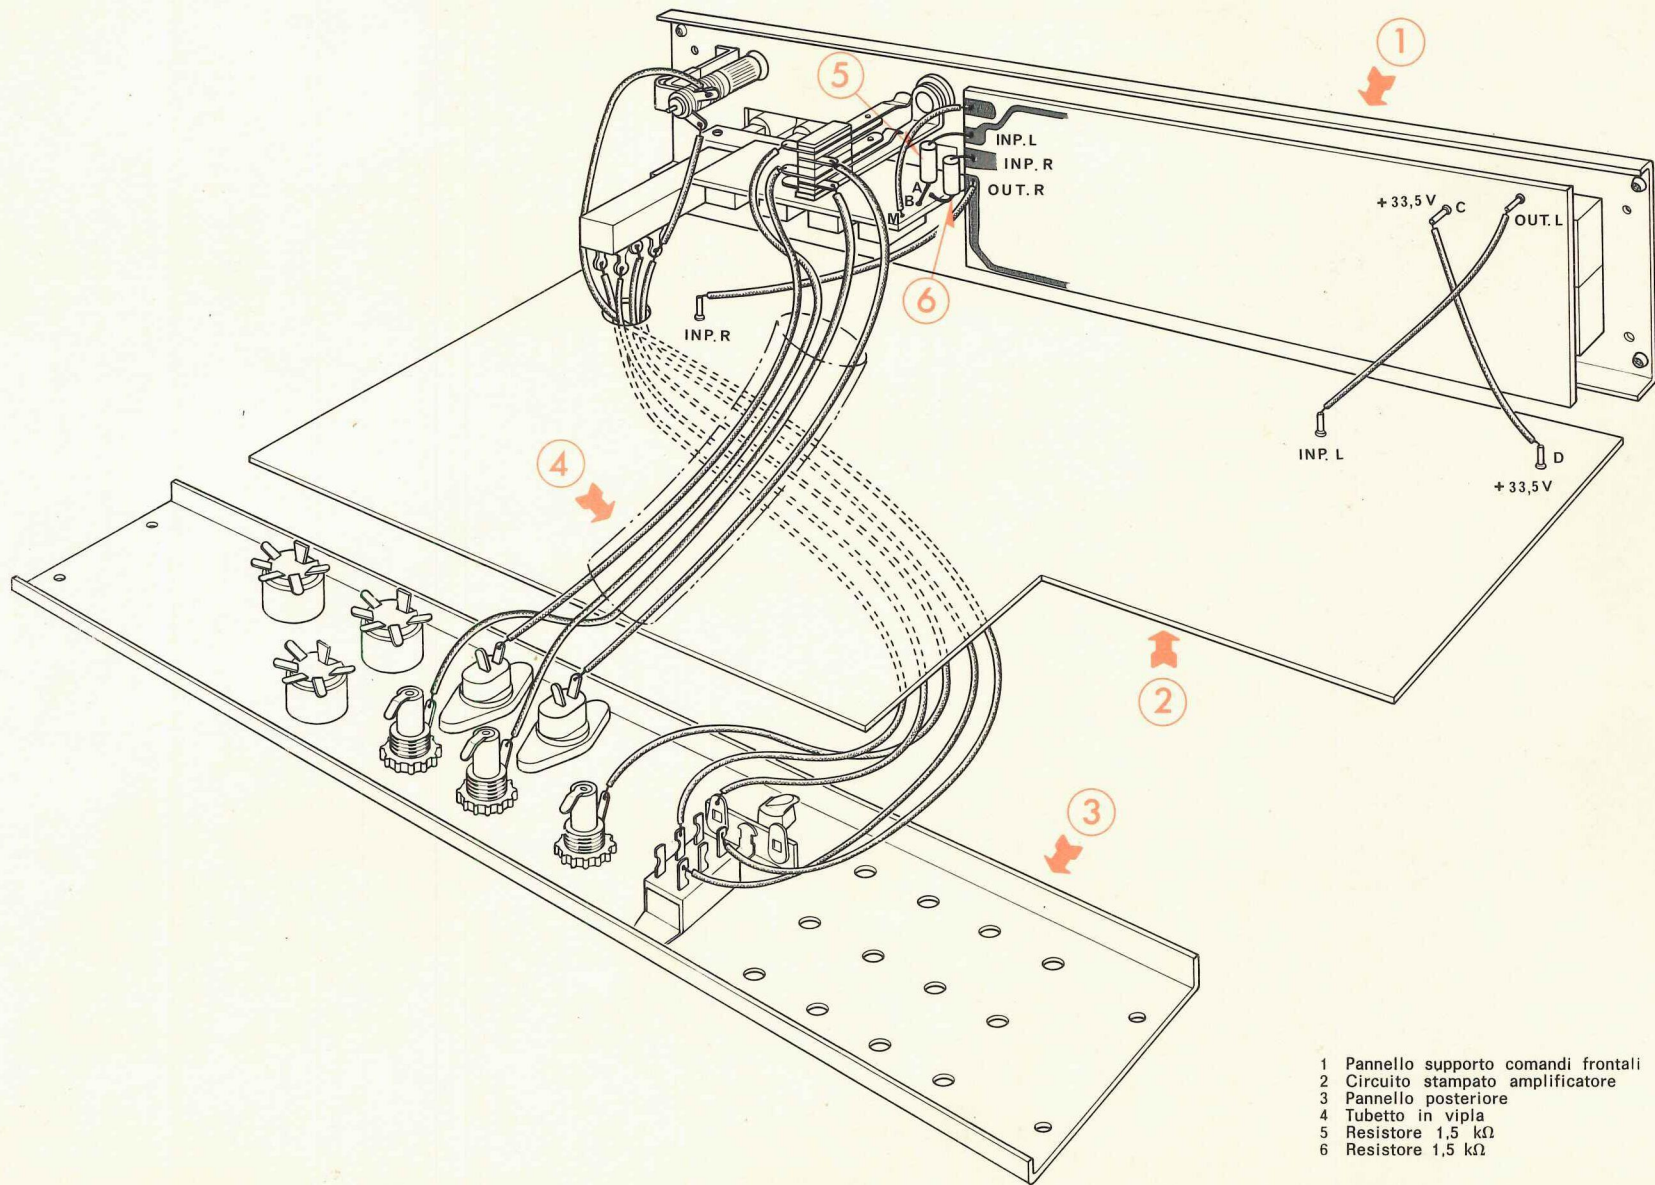

Fig. 11 - Cablaggio fra C.S., pannello anteriore e pannello posteriore.
6) Saldare la trecciola a 5 capi allo interruttore e alla lampadina come visibile in fig. 11.
7) Fissare il circuito stampato di figura 2 facendo passare nel foro sottostante all'interruttore la trecciola di collegamento come visibile in fig. 11.
2) Collegare OUT-L ad INPUT-L e OUT-R ad INPUT-R come da fig. 11.
3) Collegare gli ingressi A' B' alla pulsantiera A B tramite i resistori R11 da 1,5 k Ω come da fig. 11.